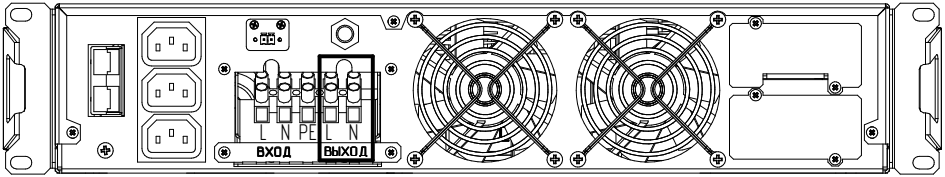

Рисунок 13. ИБП Штиль SR1103TL. Выводы «Выход L-N»
- у ИБП Штиль SR1103TL к розеткам типа C13 - **рисунок 3в** (поз. 2) и выводам «Выход L-N» - **рисунок 13**.